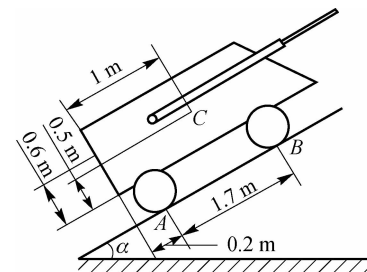

图 1-16
15. 如图 1-16 所示,运料斗车重 $G=40 \text{ kN}$,沿与水平面成 $\alpha=30^\circ$ 角的轨道被等速提升,斗车重心的位置为 C,求钢绳的牵引力及斗车对轨道的压力(不计摩擦等阻力)。